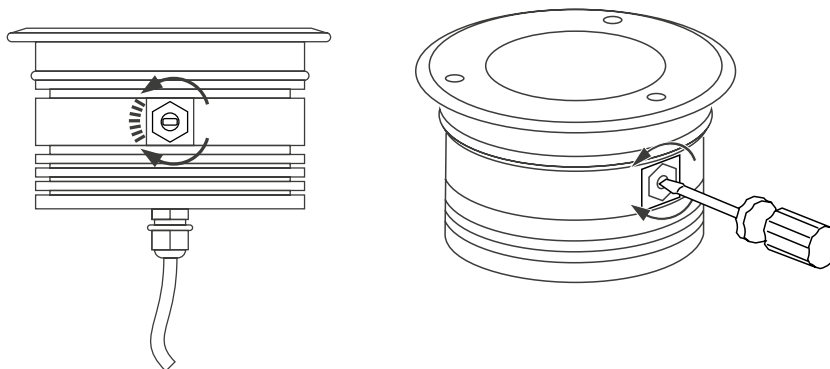

Рис. 5. Чертеж настройки направления луча
- Направление луча можно изменить при помощи поворота регулировочного винта, расположенного на корпусе осветительного прибора, согласно рис. 5.